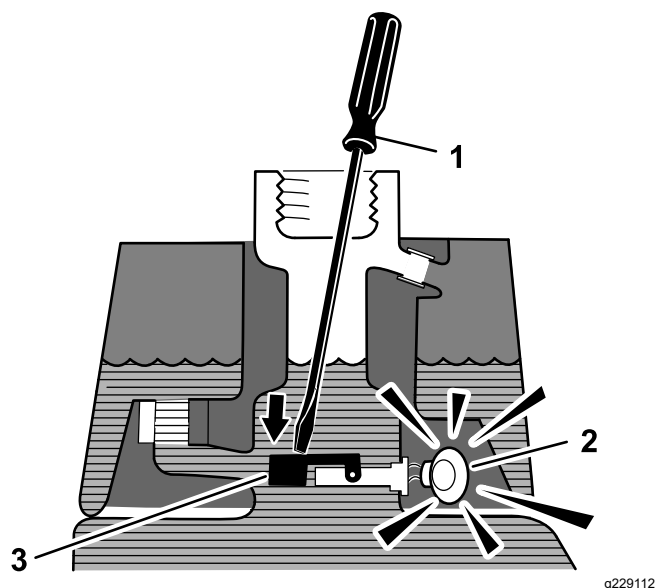

図 49
3. 汚れのついていない鉄の棒やねじ回しなどをタンクの首から差し込んで、フロートスイッチ 図 49 を押し下げる1 秒後にアラームがなれば正常。